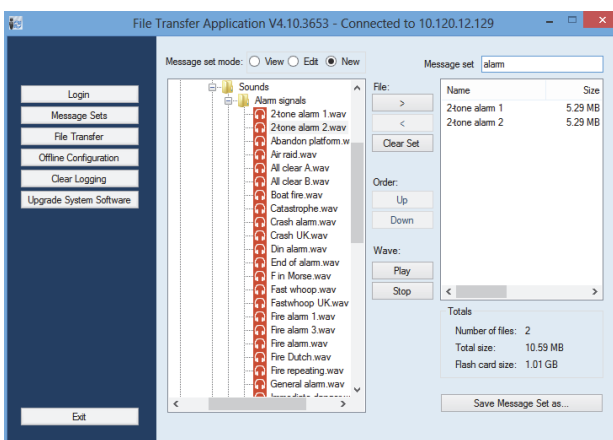

abbildung 45.9: Erstellen eines Durchsagensatzes
- 2 Klicken Sie in der *File Transfer Application*-Anwendung auf die Schaltfläche *Message Sets* (Durchsagensätze). Es erscheint ein Bildschirm, der dem in abbildung 45.9 ähnelt.